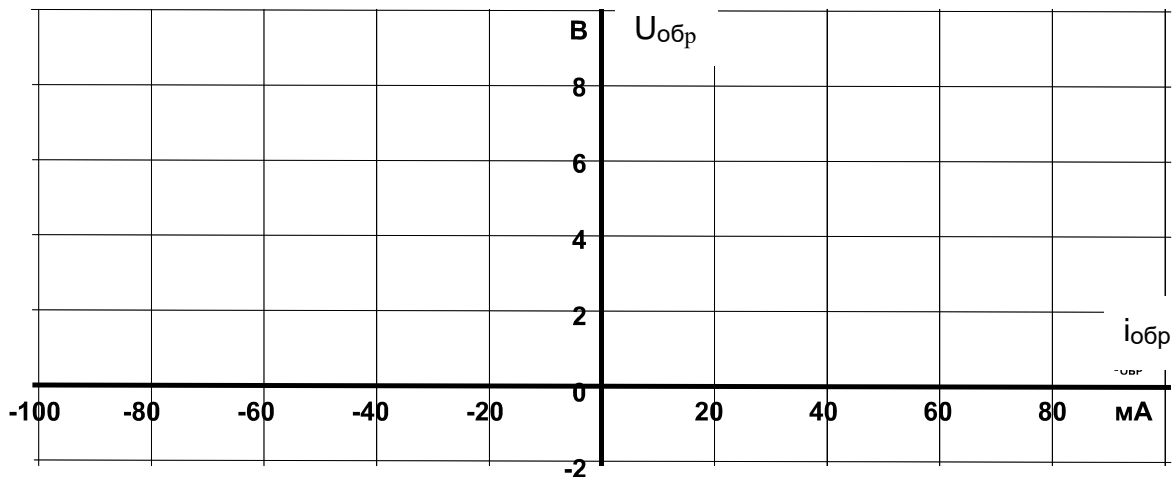

Рис.2.1.2
- Перенесите изображение с экрана осциллографа на график (рис.2.1.2).